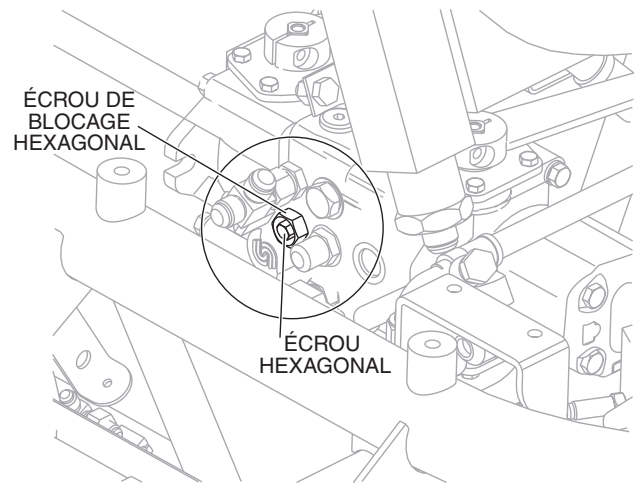

Figure 49. Réglage de la pression de direction
2. Installer la jauge de 300 ou 600 PSI (figure 49).